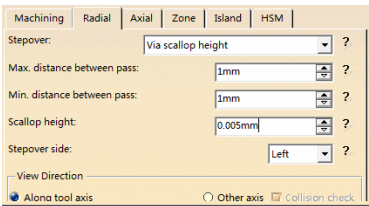

图 3-248 “Radial”选项卡（9）
- 在“Radial”选项卡（9）的“Stepover”下拉列表中选择“Via scallop height”，在“Scallop height”文本框中输入“0.005mm”，如图 3-248 所示。